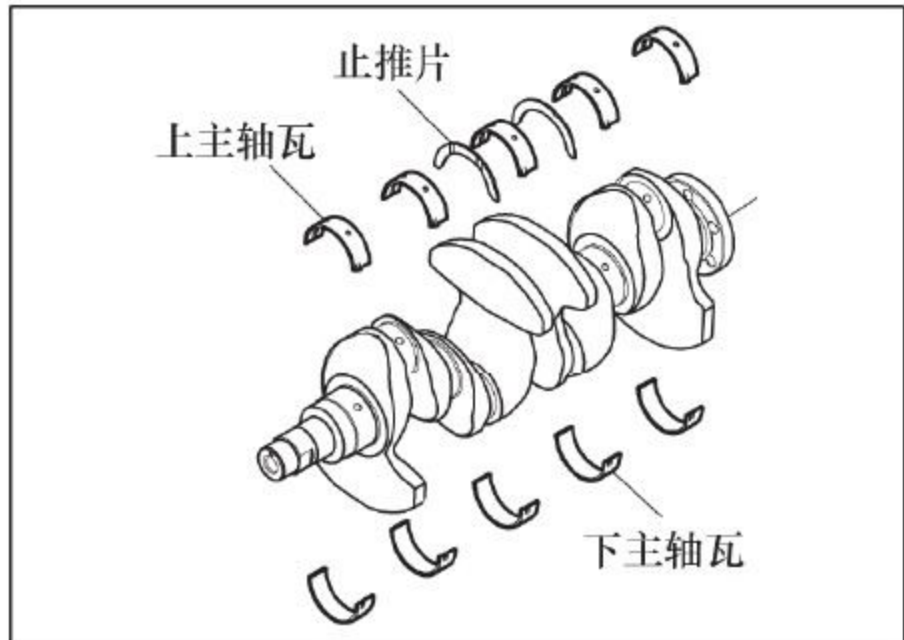
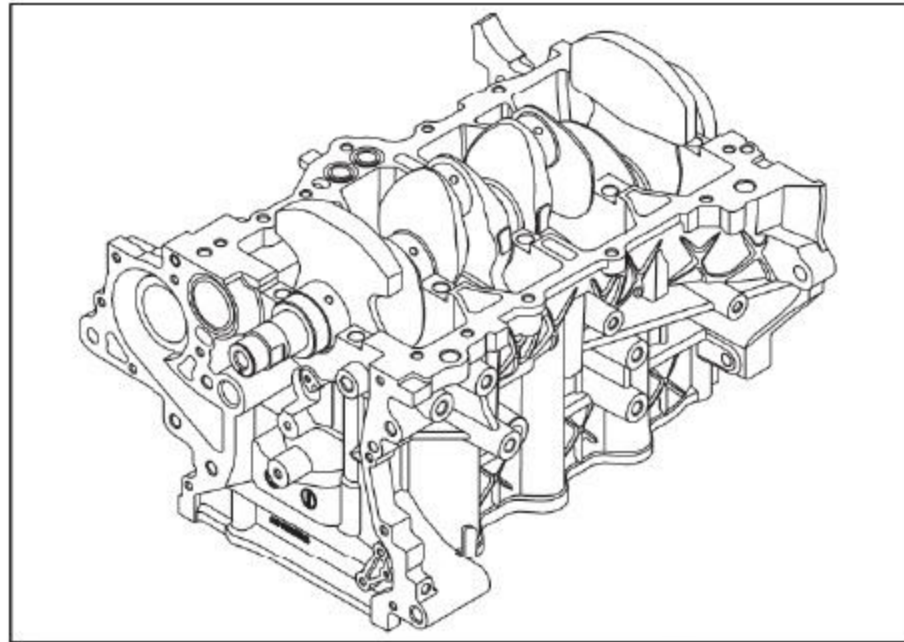

图12-3-7 检查曲轴和主轴瓦
图12-3-8 安装曲轴总成
- (1) 清洗曲轴总成和主轴瓦，检查主轴瓦及曲轴轴颈有无麻点和深重划痕，如果有以上现象，则要更换主轴瓦或曲轴总成，如图12-3-7所示。
(2) 测量曲轴主轴颈油膜间隙
- b. 安装曲轴总成，如图12-3-8所示。